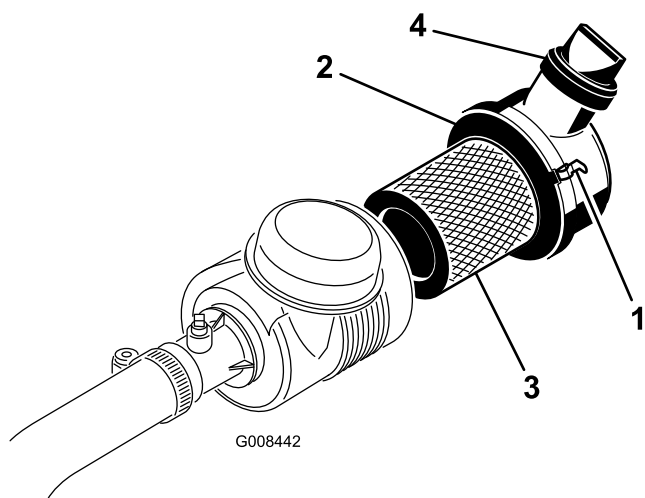

Bild 37
1. Lösen Sie die Laschen, mit denen die Abdeckung am Luftfilterkörper befestigt ist (Bild 37).
7. Montieren Sie die Abdeckung und befestigen Sie sie mit den Riegeln (Bild 37).